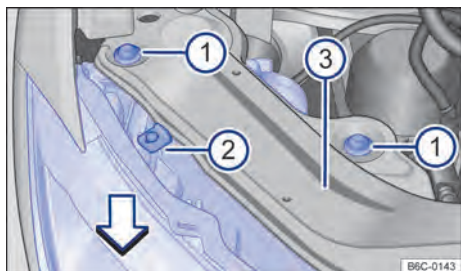

Fig. 166 No compartimento do motor: parafusos de fixação do farol dianteiro.
- Remover os parafusos de fixação → Fig. 166 (1) com o auxílio de uma chave torx.
- Mover o farol para frente, no sentido da seta → Fig. 166, até que os dois cliques da parte inferior desencaixem e possibilite a remoção do farol.
- Desencaixar o conector de alimentação, para remover totalmente o farol → (1).
- Recolocar o farol cuidadosamente até que os dois cliques inferiores encaixem e o batente superior → Fig. 166 (2) encoste no suporte do farol (3).
- Recolocar os parafusos de fixação (1) na carcaça do farol.
- Pressionar o farol contra o batente central superior (2) e apertar os parafusos (1) com a chave torx.